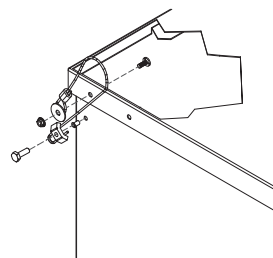

Figura 5
11. Después de instalar el juego de bisagras en el ventilador y en el reborde del techo, fije el cable de tope a ambos lados de la base del ventilador como se muestra en la Figura 5.
12. Conecte el extremo suelto del cable de tope en el reborde del techo y en la base del ventilador con un perno soldado de 1/4-20 x 3/4 pulg. y una tuerca de 1/4-20 por cada lado, consulte la Figura 5.